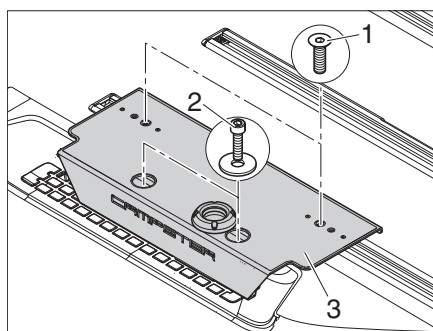

Figure 58 Support de bloc cuisine
- Dévisser deux vis à six pans creux à tête fraisée (Figure 58,1).
- Dévisser deux vis à six pans creux (Figure 58,2) avec rondelles.
- Retirer le support de bloc cuisine (Figure 58,3).